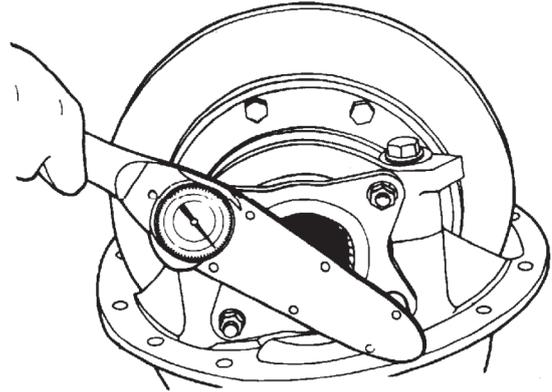

Figura 77
- Instale e aperte as porcas de fixação com o valor especificado na seção Torques De Aperto (Figura 77).